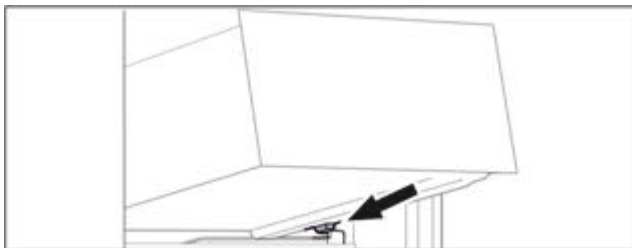

Fig. 63
- ▶ Встановити висувний ящик за стопорами на ребро для резервуару навскоси. (див. Fig. 63)